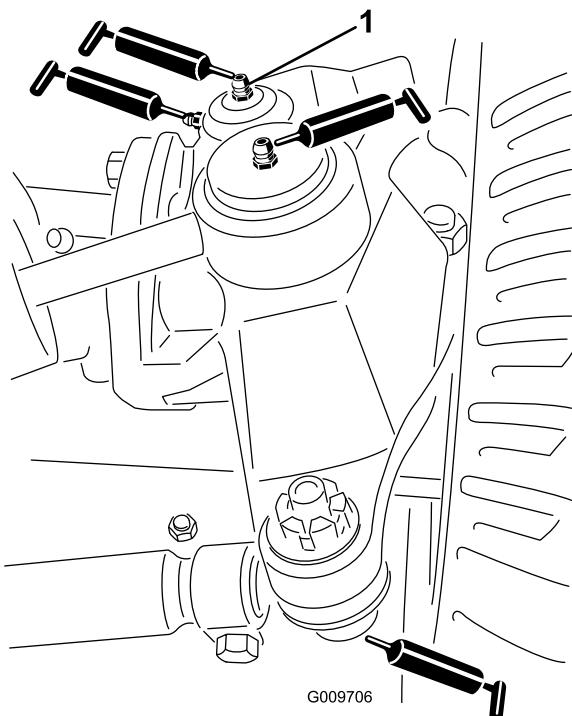

Figura 49
- Articulaciones esféricas del cilindro de dirección (2) (Figura 49)
- Articulaciones esféricas de las bielas (2) (Figura 49)
- Casquillos del pivote de dirección (2) (Figura 49). **El punto de engrase superior del pivote de dirección debe lubricarse solamente cada año (2 aplicaciones).**